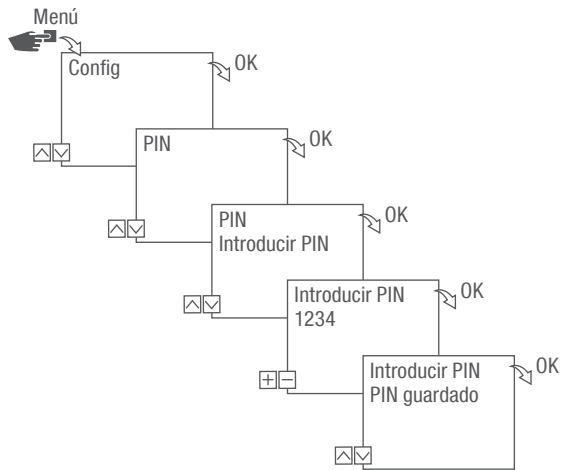

Fig. 15: Fijar PIN
5. Pulse el botón de Bluetooth (fig. 15/1) del interruptor horario de carril DIN.